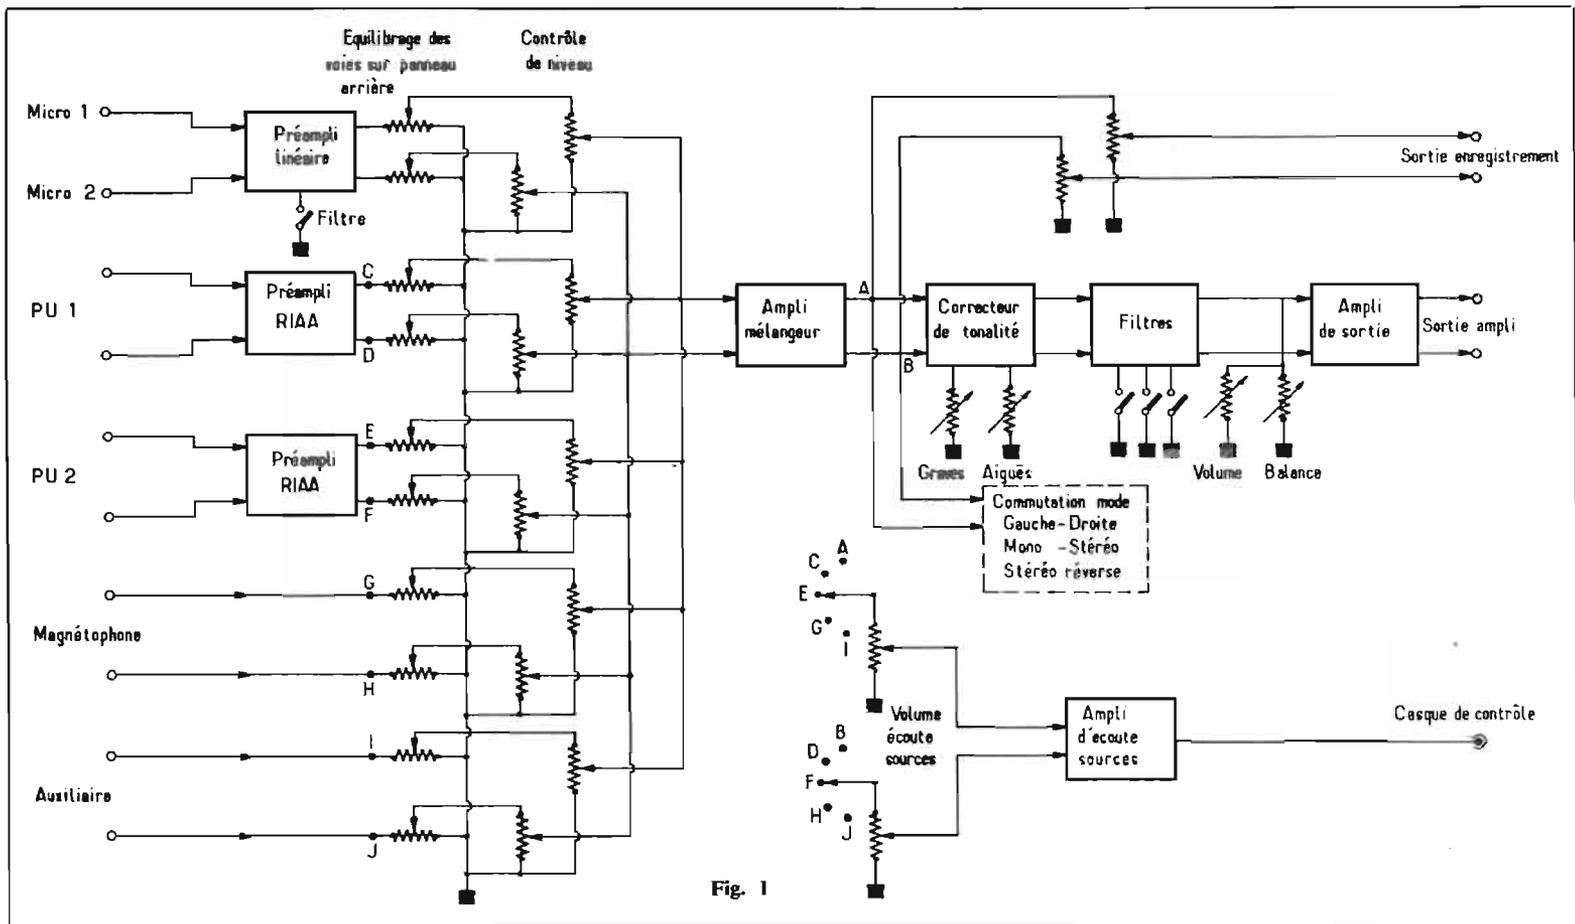

Fig. 1
**Description des circuits** (schéma Fig. 1) : Le schéma synoptique de la figure 1 donne la configuration générale des circuits.